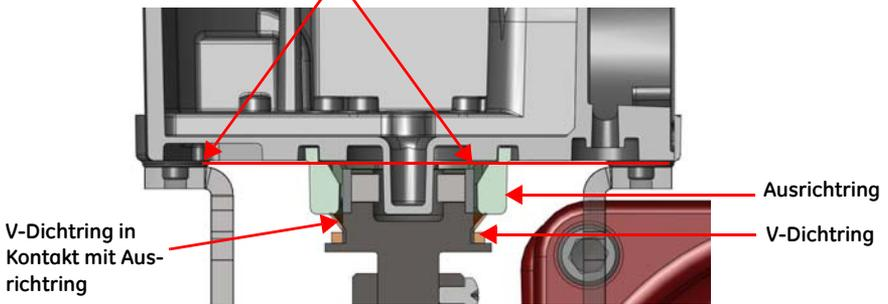

Abbildung 11 Camflex V-Dichtring
6. Stellen Sie sicher, dass der V-Dichtring Kontakt mit der Schürze um den Ausrichtring auf dem SVi1000 hat (Abbildung 11).